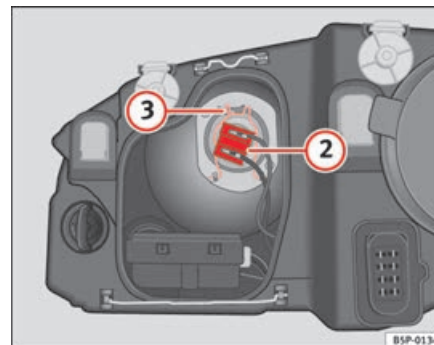

Fig. 189 Médios
- Retirar o conector ⇒ página 266, fig. 189 ② da lâmpada.
- Desengatar a mola de fixação ⇒ página 266, fig. 189 ③ pressionado-a para dentro e para a direita.